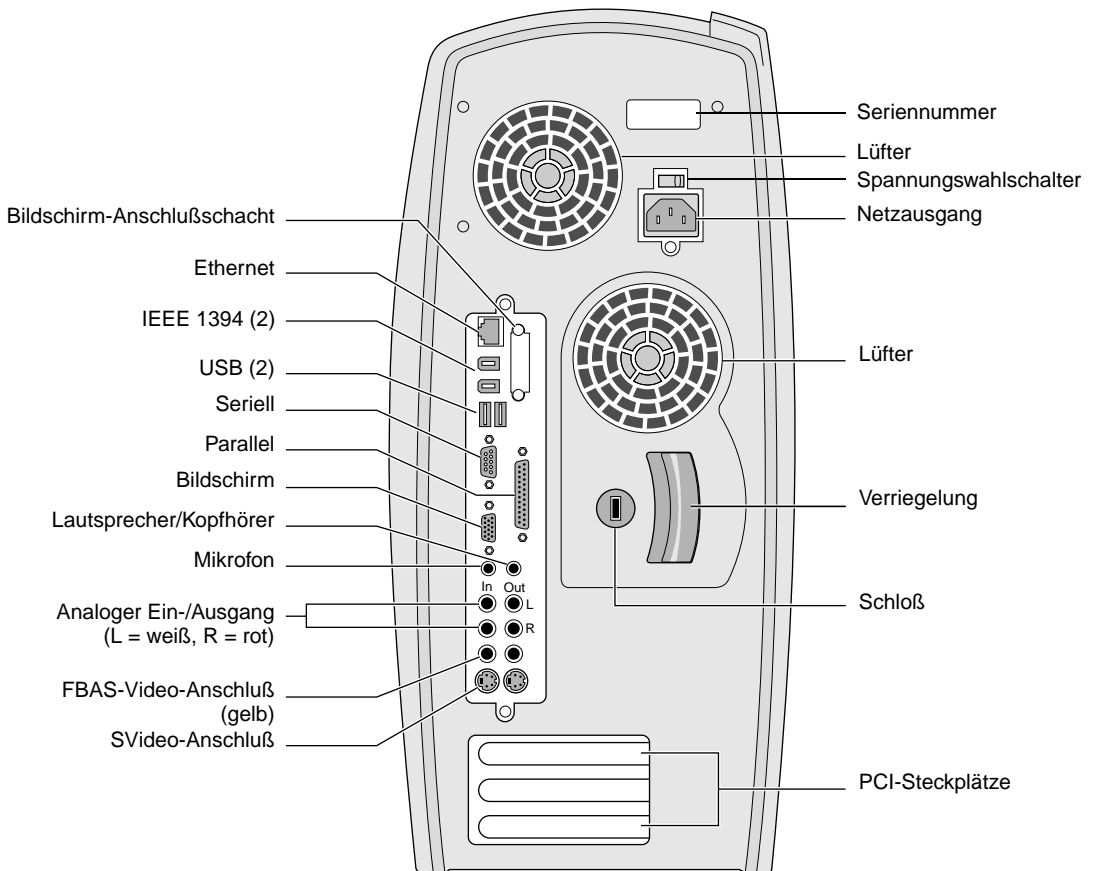

Abbildung 1-2 Rückansicht des Systems (mit Bezeichnung der Anschlüsse)
Nachdem Sie alle Teile ausgepackt und die Vollständigkeit der Lieferung überprüft haben, können Sie die Workstation einrichten. Nehmen Sie dazu entweder das Ihrer Silicon Graphics 320 Workstation beiliegende Installationsposter zu Hilfe, oder lesen Sie die Anweisungen auf den folgenden Seiten. Sie können die Anschlüsse auf der Rückseite Ihres Systems auch anhand der Abbildung 1-2 identifizieren.
7. Schließen Sie alle anderen externen Geräte, wie Drucker, Modem oder Lautsprecher, an. Beziehen Sie sich zum Identifizieren der entsprechenden Anschlüsse auf Abbildung 1-2.